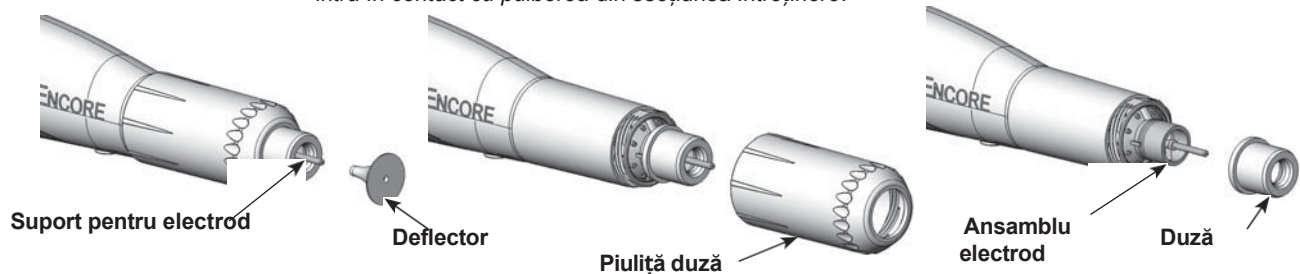

Figura 7 Schimbarea unei duze conice
2. A se vedea figura 7. Trageți ușor deflectorul de pe ansamblul electrodului. Dacă schimbați doar deflectorul, instalați-l pe cel nou pe ansamblul electrodului, având grijă nu îndoiți firul electrodului.